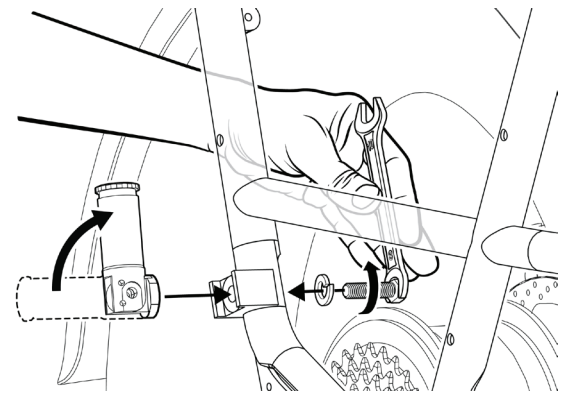

Figura 1: Instalación de un reposapiés
- Coloque un reposapiés sobre el punto de montaje e inserte el perno en el otro lado del marco (Figura 1).